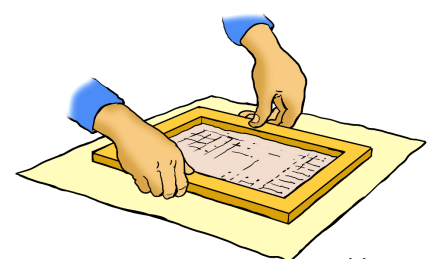

Bild 4
6. Vänd försiktigt ramen med pappersmassan, så att massan hamnar på bomullstyget. Ta sedan varsamt bort ramen från tyget och pappersmassan. Se bild 4.